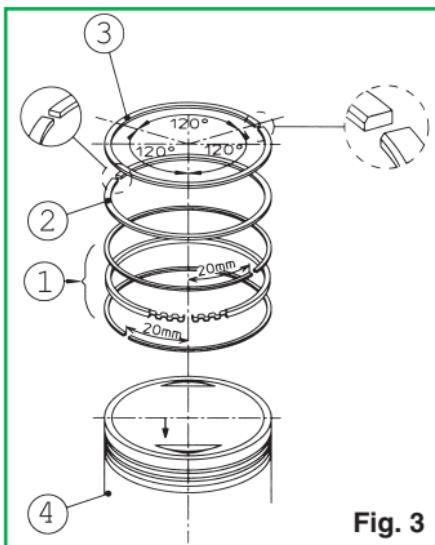

Fig. 3
- Inserire l'espansore del segmento raschiaolio nella apposita cava sul pistone, inserire l'elemento raschiaolio inferiore e successivamente l'elemento raschiaolio superiore completando il montaggio del raschiaolio (Fig. 3 - Part 1).
- Montare il secondo segmento con la stampigliatura rivolta verso la parte superiore del pistone come indicato in Fig. 3 - Part. 2.
- Inserire il primo segmento cromato di compressione con la stampigliatura rivolta verso la parte superiore del pistone come indicato in Fig. 3 - Part. 3.
- Posizionare le aperture delle fasce elastiche come indicato in Fig. 3.
- Ricontrollare che le aperture dei tagli delle fasce elastiche siano posizionate come indicato in Fig. 3.